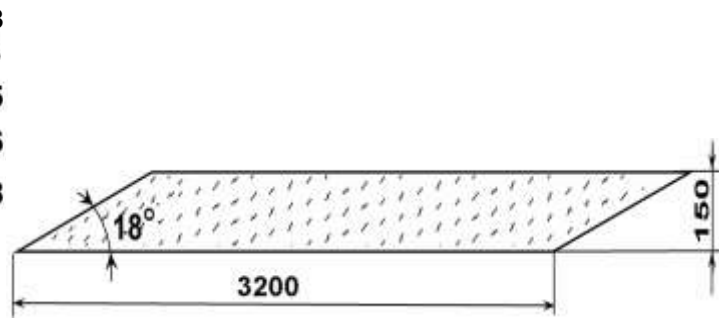

Рис.12
10.3.4. Для установки шлифовальной ленты (34) рекомендуем использовать готовые (раскроенные) шлифовальные ленты разной зернистости (см. п.12). Для самостоятельного изготовления шлифовальной ленты из рулонного материала необходимой зернистости необходимо вырезать ленту по образцу, снятому со станка или по раскрою, Рис.12. Для удобства дальнейшего раскроя по образцу необходимо изготовить шаблон из плотного материала (например, из фанеры).